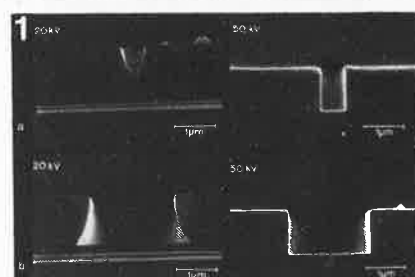

Figure 1
Figure 1. Schéma de principe d'une porte ET câblée à une seule entrée (A) et quatre sorties (B, C, D, E). En y regardant d'un peu plus près on voit que cette porte se compose d'une résistance d'alimentation, de diodes Schottky comme diodes de sortie et d'un transistor de commutation NPN dont la saturation est contrôlée par le transistor PNP (vertical clamp); cette technique permet d'augmenter la vitesse dans des proportions très sensibles.
La figure 1 montre le schéma de principe de ce qu'on appelle une porte ET câblée, avec une seule entrée et une sortie de 4. Le circuit se compose d'une résistance d'alimentation, d'un transistor de commutation NPN et de diodes Schottky comme diodes de sortie. Pour abréger
Figure 1. Principe de fonctionnement du système de silencieux par corrélation. Lorsque cette corrélation entre les signaux FI et FI' est élevée (ce qui signifie que l'accord est correct), le signal démodulé est transmis à la sortie. Si tel n'est pas le cas, le signal est supprimé.
bruit, le signal audio est supprimé. Les graphiques de la figure 1 illustrent le principe de fonctionnement du système. Le signal FI' est déphasé d'une demi période par rapport au signal FI, puis inversé. Ainsi, si l'accord est correct (figure 1a), les deux signaux sont identiques et leur corrélation est très élevée. Dans ces conditions, le signal audio démodulé est transmis à la sortie audio. Si l'accord est mauvais (figure 1b), une demi période du signal FI ne correspond plus au retard entre les signaux FI et FI'. La corrélation entre ces deux signaux devient faible, ce qui entraîne la réjection du signal démodulé. Le graphique de la figure 1c montre les formes des signaux FI et FI' lorsque les signaux en entrée ressemblent à du bruit d'entrée. En raison du facteur Q faible du filtre FI, on constate des variations importantes de la longueur de l'intervalle séparant deux passages par zéro du signal FI. La corrélation entre les signaux FI et FI' est cette fois encore faible, et à nouveau, a lieu la réjection du signal audio. Ce dispositif de silencieux par corrélation combine et les avantages des systèmes basés sur les enveloppes du signal FI et ceux des systèmes utilisant le signal CAF (contrôle automatique de fréquence), pour commander le silencieux. Lorsque ce type de silencieux est mis en oeuvre dans un récepteur à FI faible et à boucle de verrouillage par réinjection de fréquence, l'ensemble peut rester très simple, ce qui permet de limiter la consommation de courant de tout l'appareil. Il est à noter d'autre part, que le seuil (mute threshold) que ce système permet d'atteindre se trouve à un niveau cinq fois plus bas que celui que